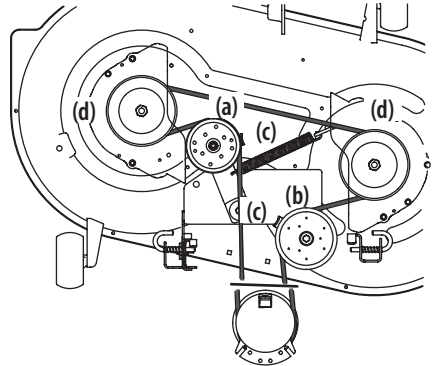
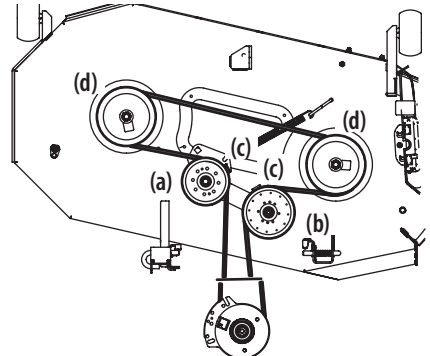
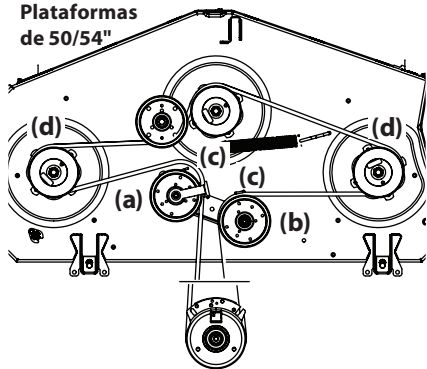
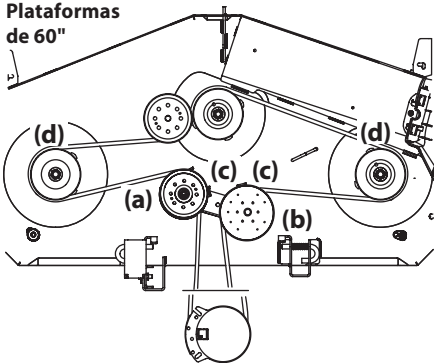

Figura 45
Figura 46
Figura 47
Figura 48
2. Afloje, pero no quite los herrajes de la polea loca a la derecha (a) y la izquierda (b). Consulte la Figura 45 para las plataformas de 42", la Figura 46 para las plataformas de 46", la Figura 47 para las plataformas de 50" y 54" y la Figura 48 para las plataformas de 60".